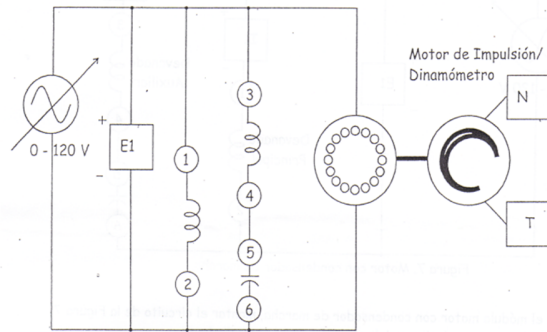

Figura 19. Motor con condensador de marcha bajo carga.
- 46. Montar el circuito de la Figura 19, seguir las recomendaciones del numeral uno del procedimiento, además de las siguientes:
- 47. Abrir la herramienta aparatos de medición del LVDAM – EMS. Habilitar los siguientes medidores: E1 e I1 en modo CA, medidor de potencia PQS1 en modo P, medidor de velocidad N, medidor de torque T y potencia mecánica Pm en modo corregido (C) y un medidor programable preparado para medir rendimiento del motor — .